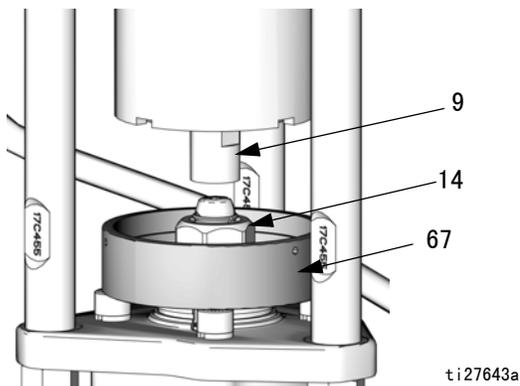

图 9. 位置收集器
3. 参见图 9。将收集器（67）置于联结螺母（14）上，下落到泵活塞杆上。